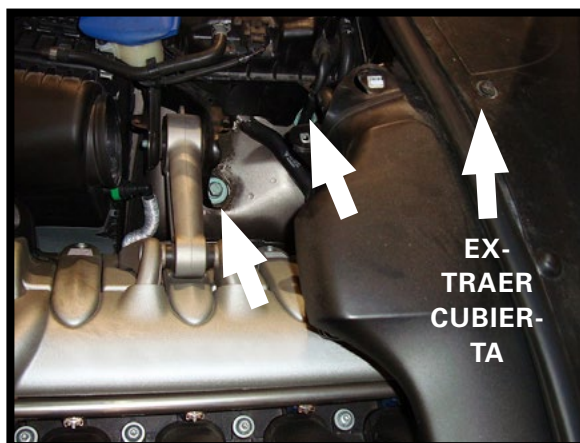

FIGURA 10-8
9. LEVANTE EL CAPÓY EXTRAIGA LOSTRES (3) PERNOS DE MONTAJE QUE FIJAN LA MONTURA SUPERIOR DEL PUNTAL. EXTRAIGA LA CUBIERTA DE PLÁSTICO PARA OBTENER ACCESO AL TERCER PERNO. (FIGURA 10-8)